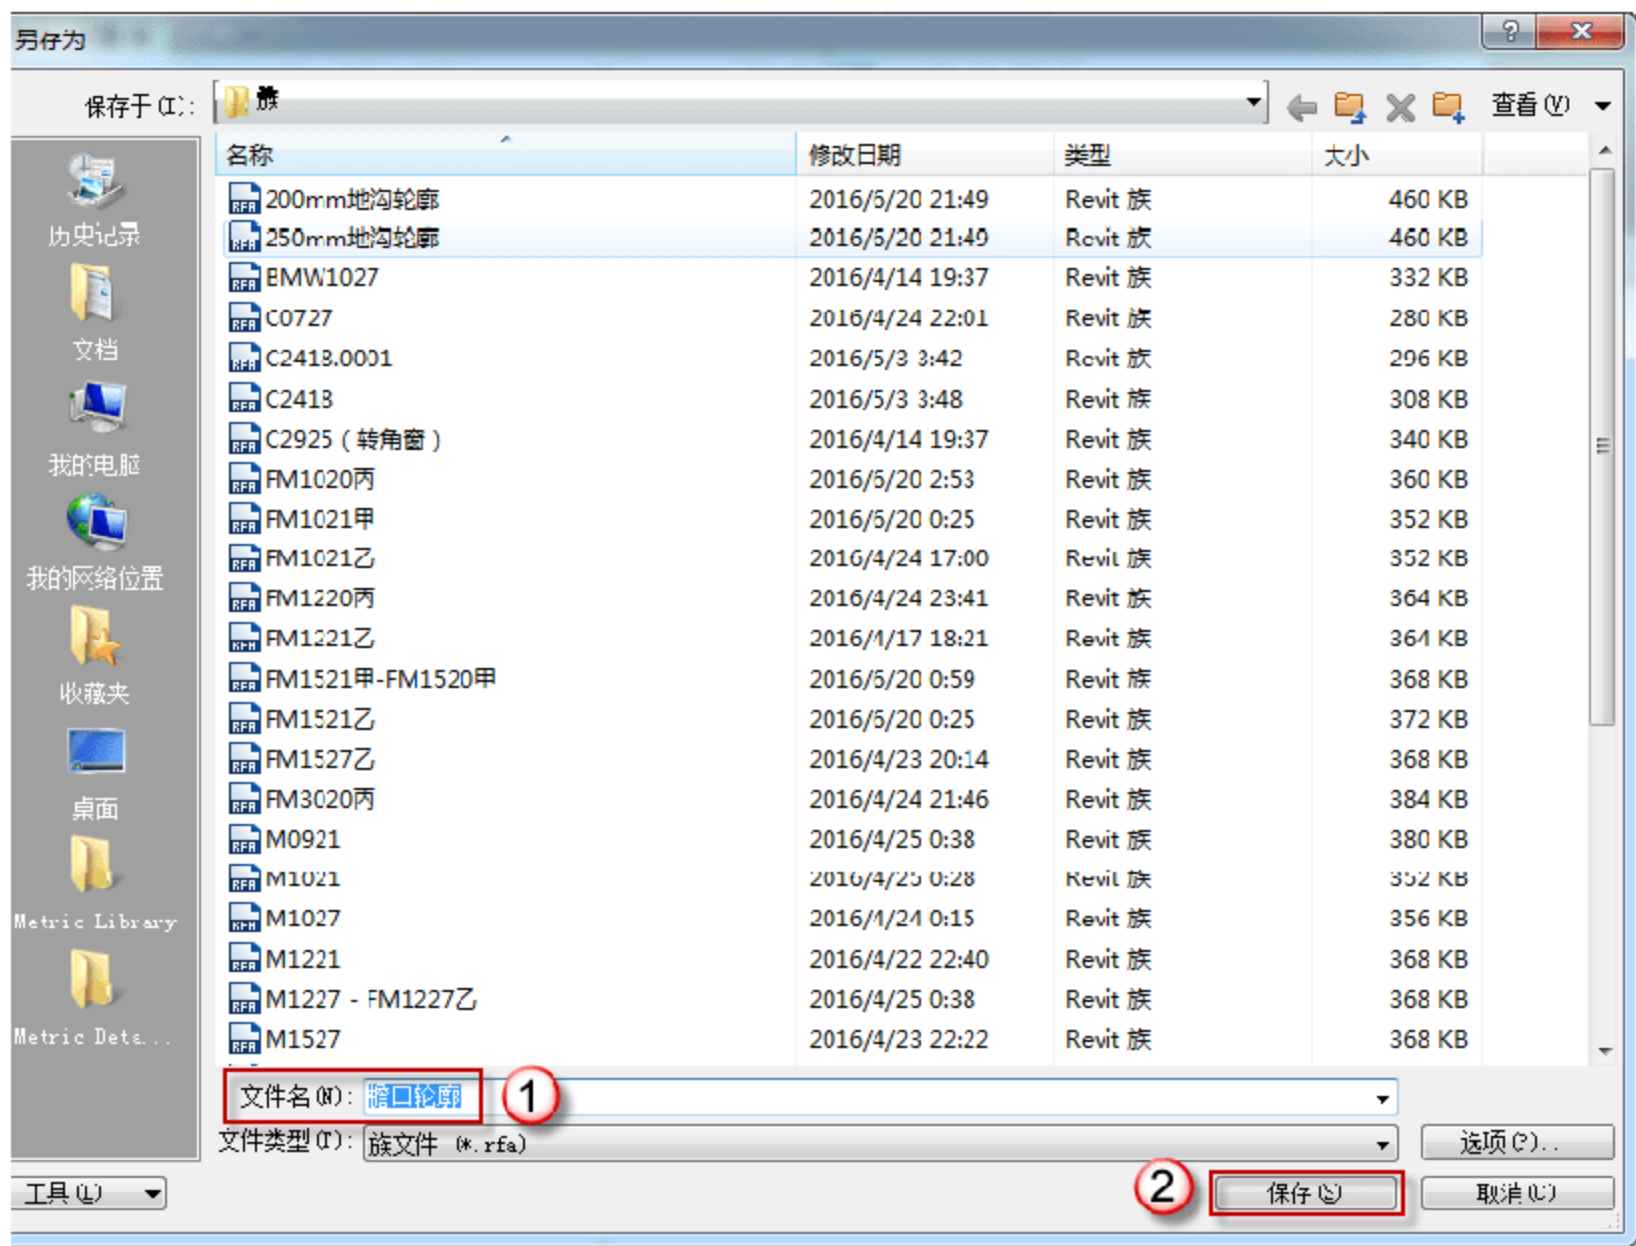

图 12.2.8 保存“檐口轮廓”族
(8) 保存“檐口轮廓”族。单击“程序菜单”按钮，在下拉菜单中选择“另存为”→“族”命令，在弹出的“另存为”对话框中，在“文件名”后输入“檐口轮廓”字样，单击“保存”按钮，如图 12.2.8 所示。